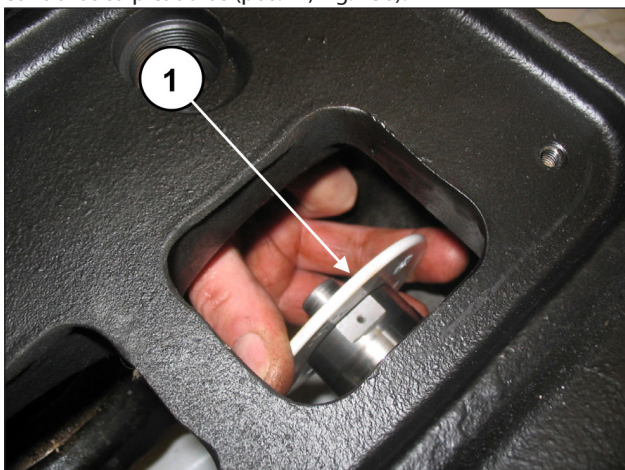

Fig. 156
Extraer de las guías de los pistones las anillas de protección contra las salpicaduras (pos. ①, Fig. 156).